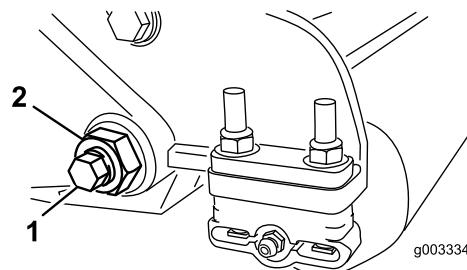
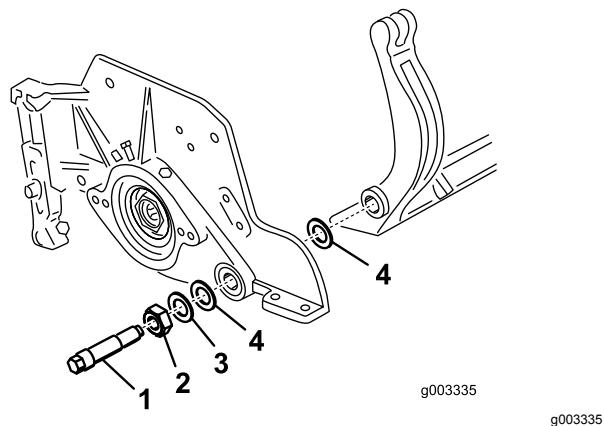

Figura 30
Figura 31
3. Su ciascun lato della macchina, allentate il dado di bloccaggio che fissa il bullone della barra di appoggio (**Figura 30**).
4. Togliete ciascun bullone della barra di appoggio consentendo alla barra di appoggio di essere tirata verso il basso e rimossa dal bullone della macchina (**Figura 30**). Considerate 2 rondelle in nylon e 1 rondella in acciaio stampato su ciascun lato della barra di appoggio (**Figura 31**).
- Posizionate una rondella in acciaio all'esterno di ciascuna rondella in nylon (Figura 31).